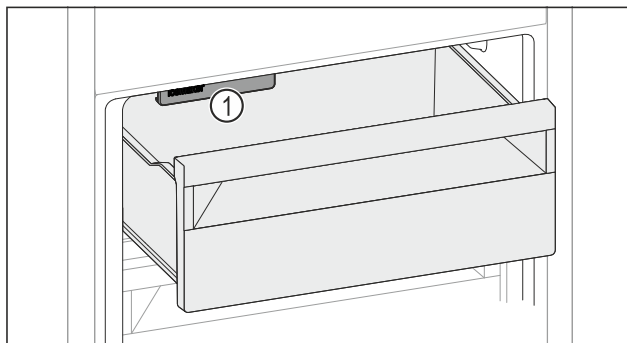

Fig. 162
- Vložte potraviny do zásuvky. Když vložíte potraviny na levou stranu zásuvky: ► Dávejte pozor na IceMaker Fig. 162 (1).